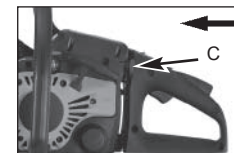

Fig. 9E
5. Duw de chokehendel (C) volledig in. (Fig. 9E)